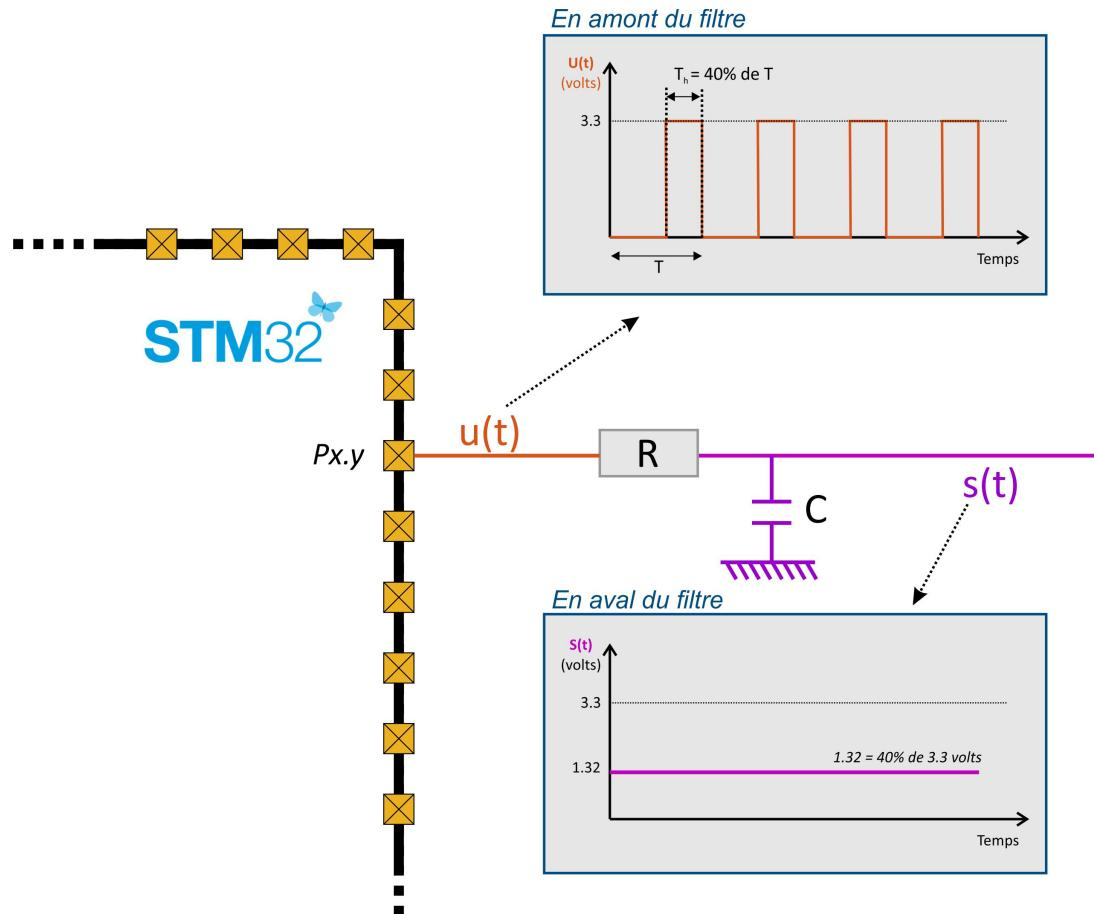
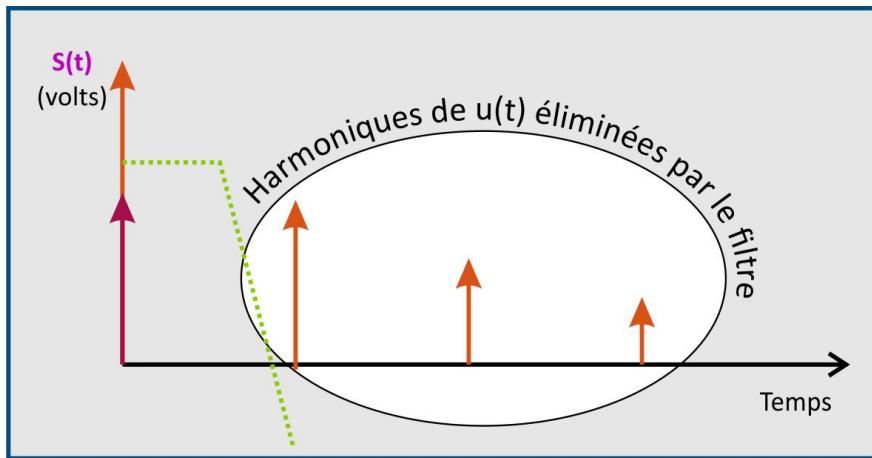

Figure 2: Signal PWM filtré
Figure 3: Signal PWM filtré - Aspect fréquentiel
Le signal est alors systématiquement suivi par un dispositif de filtrage explicite ou implicite afin d'obtenir une grandeur qui n'est plus numérique (succession d'impulsions) mais analogique comme le montre la figure 2 pour un ratio $\alpha = 0.4$. La figure 3 montre quant à elle comment le filtre de nature passe-bas supprime dans le spectre des fréquences, les grandeurs qui ne correspondent pas à la composante continue du signal. Deux exemples d'application de ce cas d'utilisation de la PWM :
- Un convertisseur DAC (Digital Analog Converter) typiquement le schéma de la figure 2 où la grandeur analogique de sortie est une tension. Le filtrage apparaît ici de manière explicite.